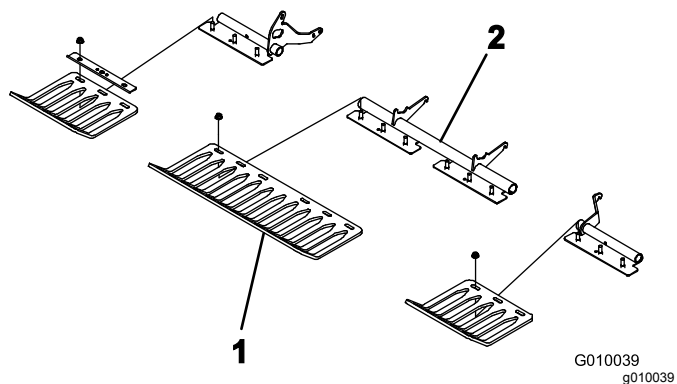

图25
4. 使用 4 个护草板夹具和 12 个凸缘螺母将护草板松松地安装到护草板支架上图25。切勿将紧固件拧得过紧。
注意 出厂时附带的护草板夹具和凸缘螺母固定到护草板支架图25。